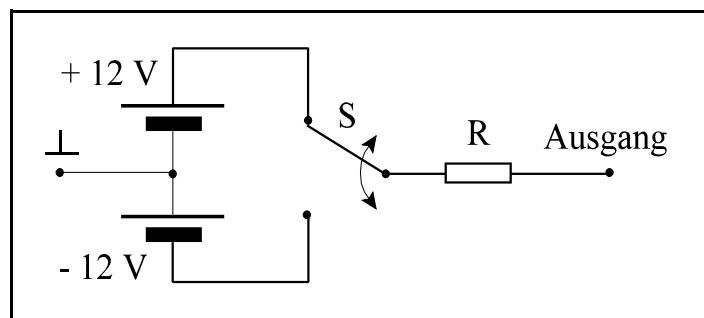

Abb. 3: Schaltermodell für einen Ausgang
In diesem Kapitel kümmern wir uns zunächst nur um die Ausgänge. Mit ihnen wollen wir unsere Aktoren steuern. Mit geeigneten Steuerbefehlen können die Ausgänge auf +12 V (**High**) bzw. -12 V (**Low**) eingestellt werden. Manchmal ist dabei die Vorstellung in Abb. 3 hilfreich: Ein Schalter *S* wird im Innern der seriellen Schnittstelle durch entsprechende Anweisungen umgeschaltet. Steht er oben, hat der Ausgang den Zustand High, andernfalls den Zustand Low. In diesem Modell wird ein angeschlossener Aktor je nach Zustand des Ausgangs einmal mit der oberen und einmal mit der unteren Quelle verbunden. Ein Wechsel des Zustands von High nach Low bedeutet eine Umpolung und damit eine Änderung der Stromrichtung.
An dieser Stelle fragst du dich vielleicht, warum die LED im LOW-Zustand nicht leuchtet, ist sie nach der Abb. 3 doch auch mit einer elektrischen Quelle verbunden, nur eben umgekehrt gepolt. Nun, die Lösung dieses Rätsels ist ganz einfach, wenn man weiß, dass Leuchtdioden wie ein Ventil wirken: Sie lassen den elektrischen Strom nur in eine Richtung hindurch, und zwar, wenn die Anode (A) an den Plus-Pol der elektrischen Quelle und die Kathode (K) an den Minuspol angeschlossen wird (Abb. 10). Bei der umgekehrten Polung sperren sie und leuchten dann auch nicht.